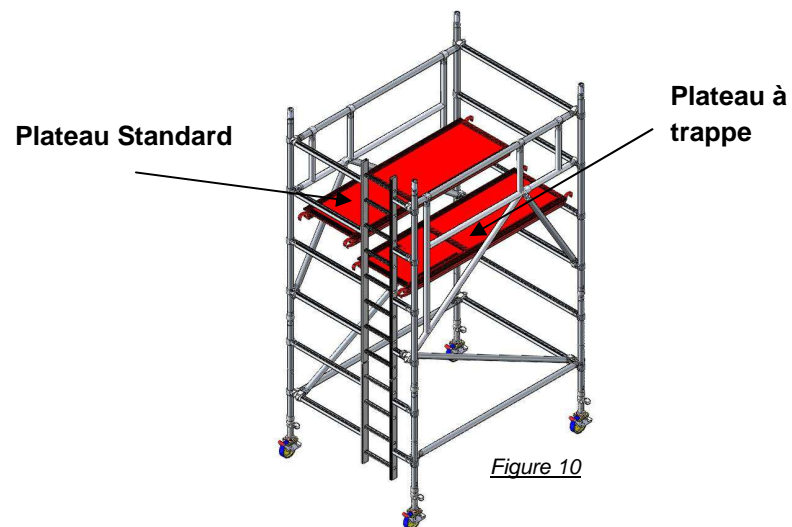

Figure 10
6. Depuis l'intérieur de l'échafaudage, placer les plateaux (cf. Figure 10). Placer le plateau muni d'une trappe (trappe côté échelle) sur le 4^{ème} barreau de sorte que le jour entre les deux plateaux soit le plus faible possible. Une fois que le plateau est positionné, placer le second (plateau standard sans trappe) contre le plateau à trappe. Une fois que les plateaux sont posés sur les barreaux des cadres, verrouiller chaque plateau sur les barreaux grâce aux 2 crochets anti-soulèvement situés sous chaque plateau.